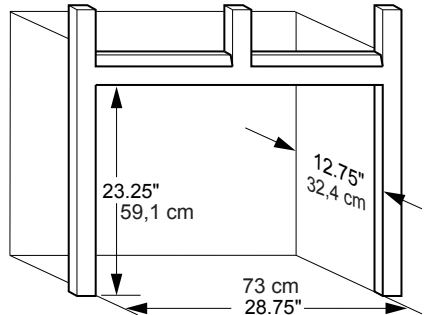
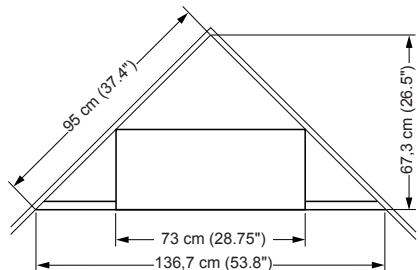

Figura 9 - Abertura sin terminación para instalación en la pared
Figura 10 - Abertura sin terminación para instalación en una esquina
1. Abertura sin terminación embutida. Para la abertura sin terminación, use las dimensiones señaladas en la Figura 9. Si realiza la instalación en una esquina, use las dimensiones señaladas en la Figura 10 para la abertura sin terminación. La altura es de 67,31 cm (26 1/2"), que equivale a la abertura de la pared anteriormente señalada.